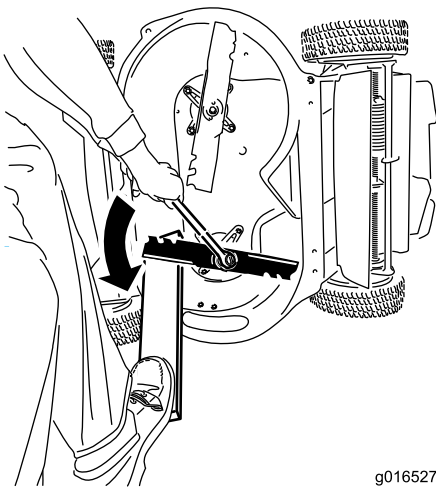

Figura 38
1. Utilice un bloque de madera para inmovilizar cada cuchilla y gire el perno de la cuchilla en el sentido contrario a las agujas del reloj, según se muestra en Figura 38.